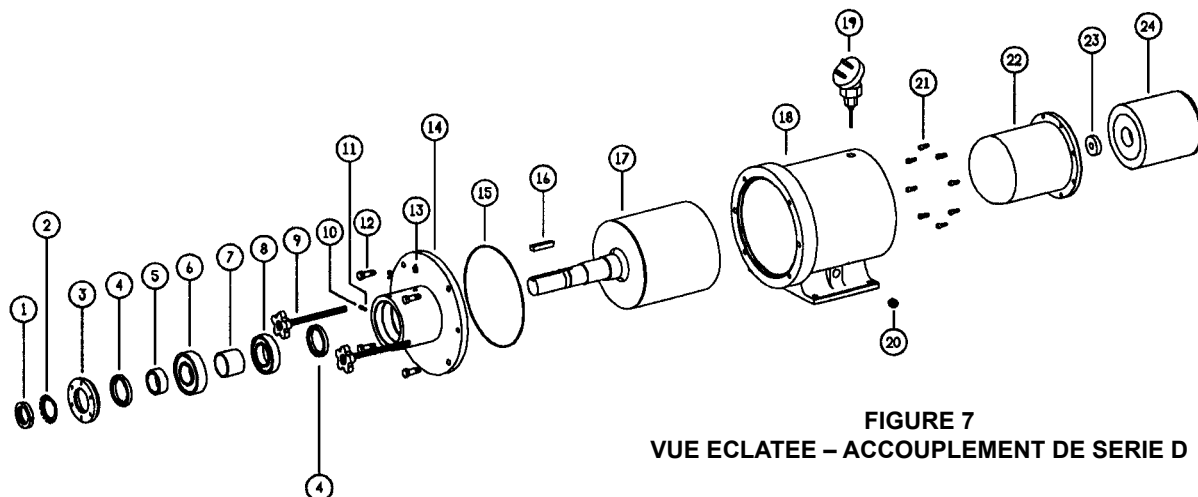

FIGURE 7
1. Installez les 2 vérins (2-297-022-999) dans le boîtier de roulement. Voir **Figure 7** page 6, et **Figure 8**. Retirez 2 vis de 0.50" pouces et vissez une tige filetée de 0.50" NC x 8" dans ces trous. Retirez les 2 autres vis de 0.50" pouces.